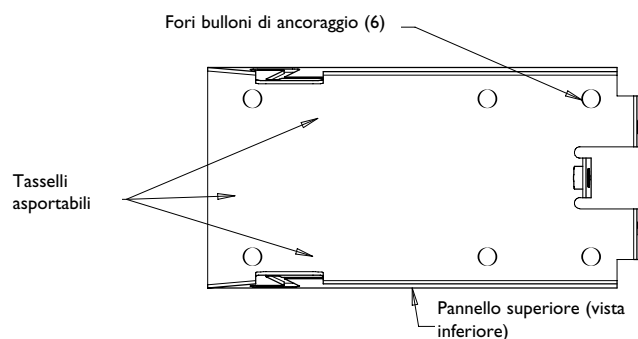

Figura 4: Fori per bulloni e tasselli asportabili
4. Stabilire la disposizione del cablaggio. Sono disponibili due tasselli asportabili per condotti da 1/2 di pollice ed uno per un condotto da 3/4 di pollice. Vedi figura 4.